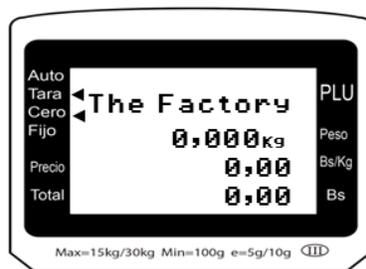

Figura 15. Indicadores de Tara y Cero activos.
2. Presionar la tecla [Tara]. Se activara el indicador de Tara, ver figura 15.